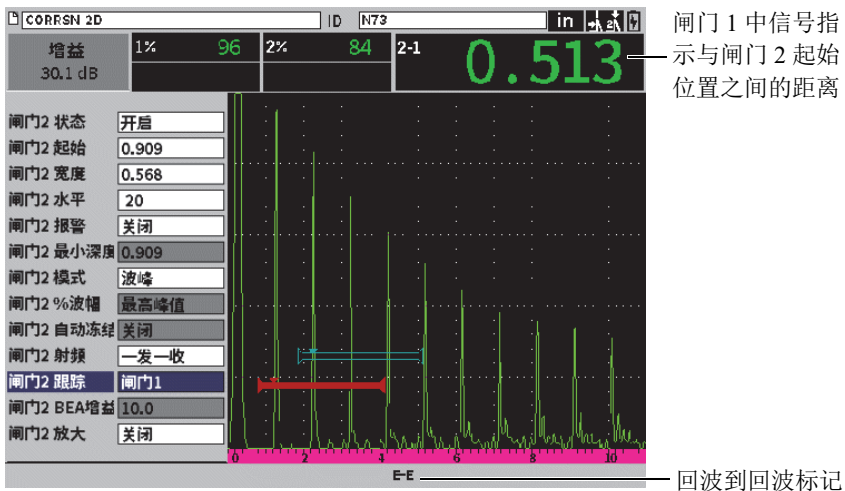

图 7-7 回波到回波测量的示例
5. 选择**闸门 2** 图标 ()，然后将 **G2 状态** 设置为**开启**（参见第 97 页的图 7-7）。